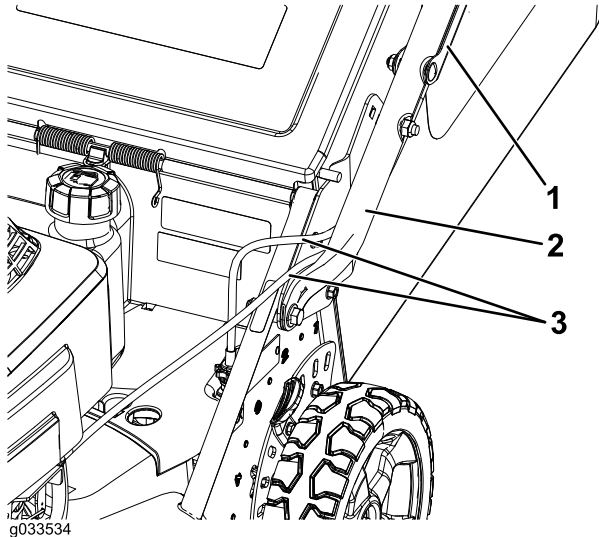

Figure 4
- Faites passer les câbles de commande entre le tablier et le guidon pour les protéger d'éventuels dommages (Figure 4).